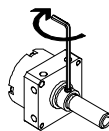

Bild 8
3. Skruva in gängstiftet (SW 1,5) vertikalt i gängan på utgående axelns avfasning (Bild 8). Åtdragningsmoment 1 Nm.